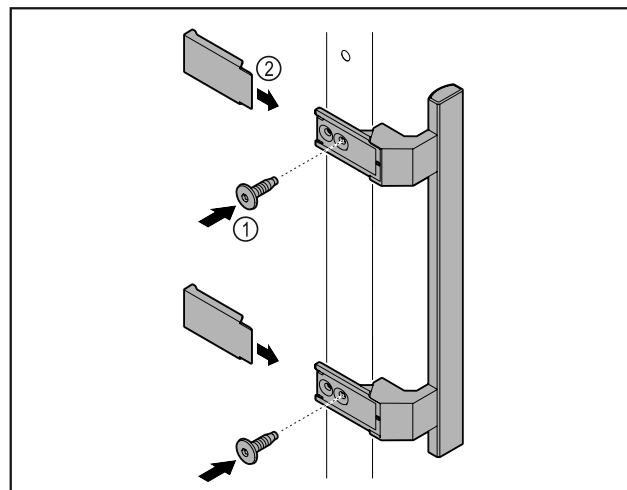

Fig. 7
- Montera handtaget från tillbehörspaketet på dörren med de skruvar Fig. 7 (1) som medföljer.
- Sätt på skyddet Fig. 7 (2).